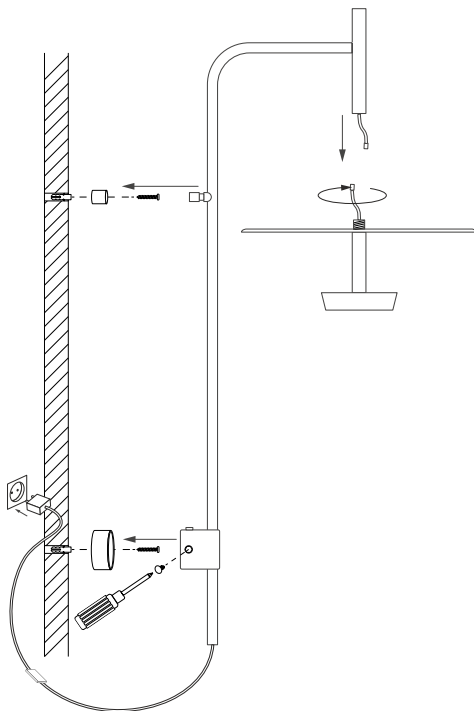

Рис. 2. Установка и подключение светильника
- 3.5. Присоедините корпус светильника к основаниям и закрепите винтами. Для сборки и подключения плафона соедините коннекторы провода между собой. Прикрутите плафон к кронштейну при помощи резьбового соединения до полной фиксации, как показано на рис. 2.